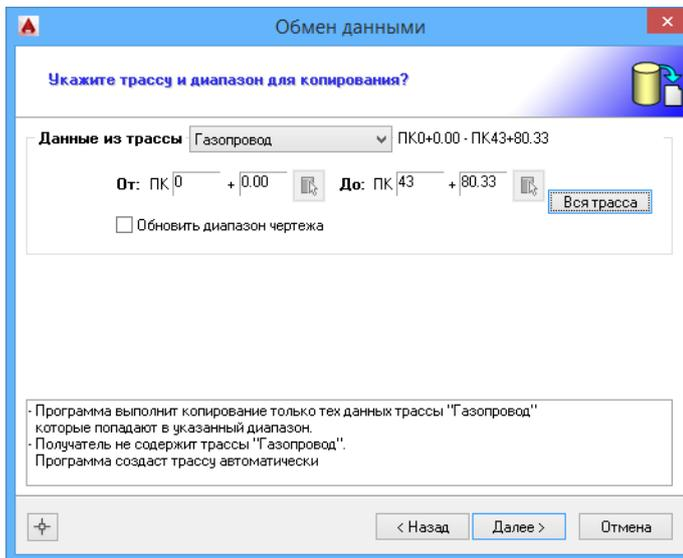

Рис. 13 Обмен данными - выбор диапазона трассы.
1. Вызвать команду *Копировать из базы проекта в чертеж* (меню *Трасса / Данные*). В диалоговом окне *Обмен данными* указать режим копирования (см. рис. 13).
Примечание Если длина трассы была изменена, необходимо выбрать режим копирования Часть трассы (см. рис. 13) и включить флажок Обновить диапазон чертежа. В результате чертеж будет перерисован с учетом «новой» длины трассы.